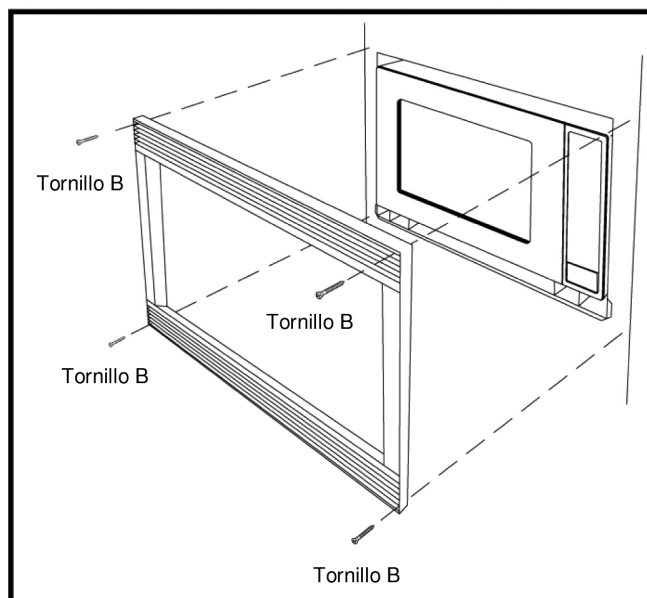

Ilustración 6
3. Posicione el CONJUNTO DEL MARCO de manera que encuadre con el horno. Coloque el CONJUNTO DEL MARCO cuidadosamente sobre el horno. Verifique que esté nivelado y asegúrelo con dos TORNILLOS B. Véase la ilustración 6.
4. Asegure la porción inferior del CONJUNTO DEL MARCO con los dos TORNILLOS B restantes. Véase la ilustración 6.